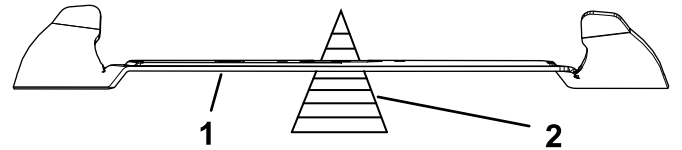

Figure 91
- Vérifiez l'équilibre de la lame en la plaçant sur un équilibreur (Figure 91).
Remarque: Si la lame est déséquilibrée, limez un peu l'extrémité lourde de la lame au niveau de l'ailette seulement (Figure 91).